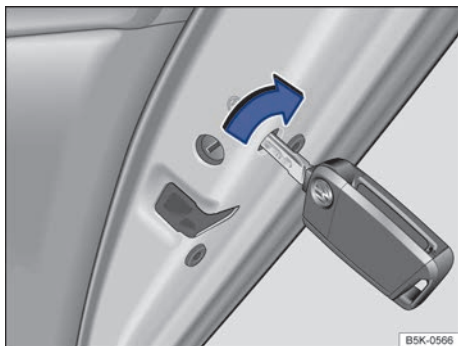

图 175 用轿车钥匙手动闭锁轿车
- 将钥匙头插入圆孔后的槽内，顺时针拧钥匙头即可闭锁右侧车门 ⇒ 图 175（箭头所示），左侧车门则逆时针拧钥匙头。